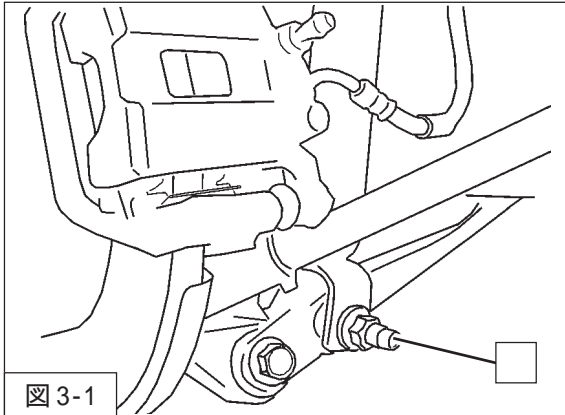

図3-1
2. ダンパーロア取付ボルト・ナットを取外してください。(図3-1)